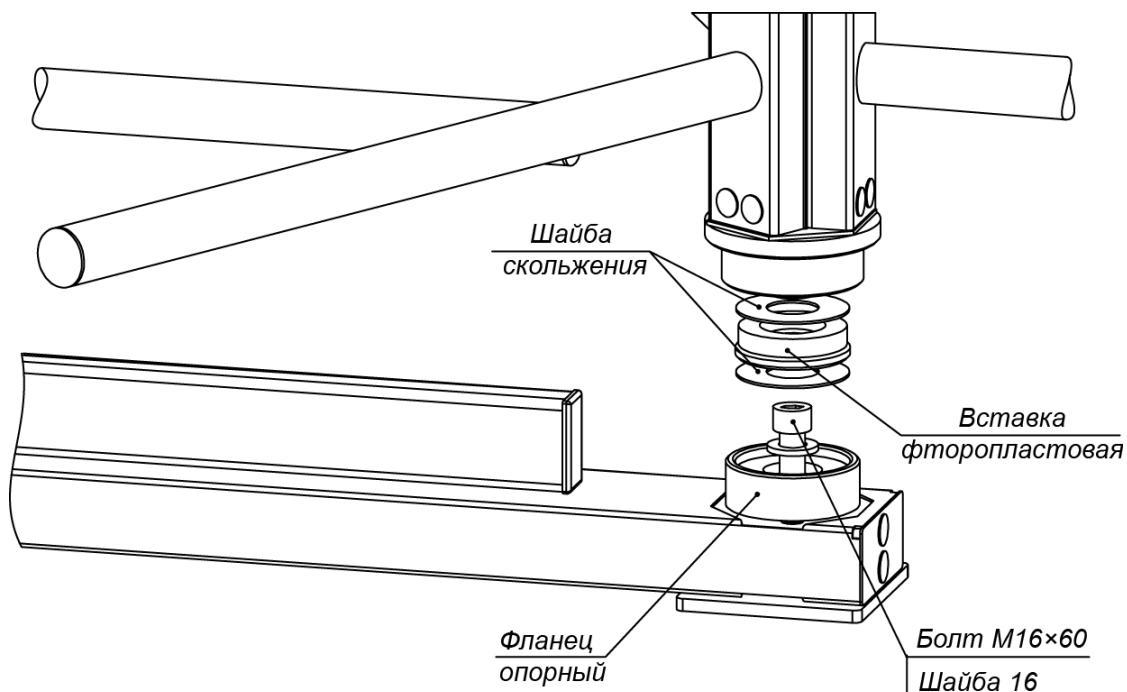
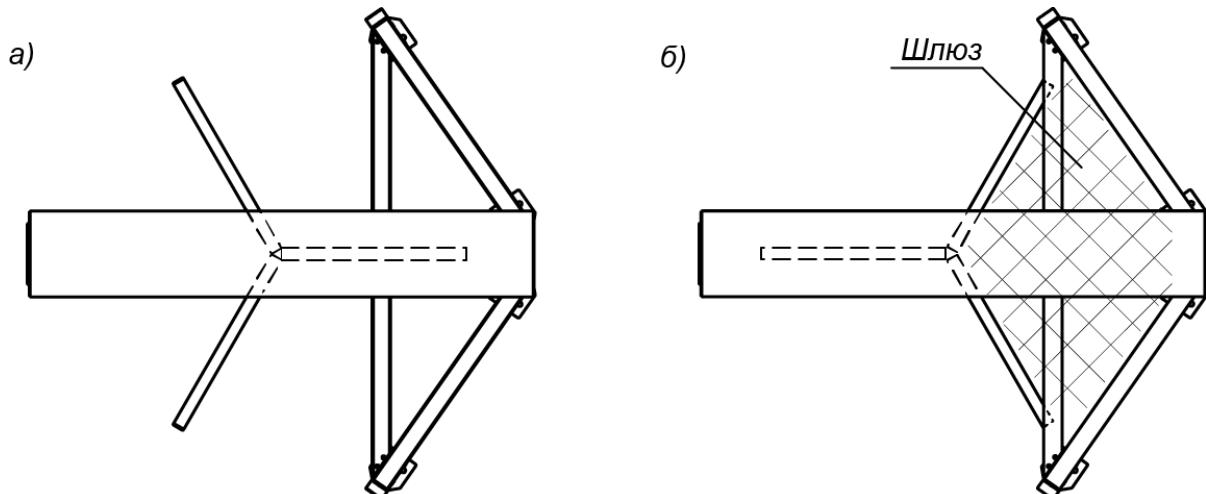

Рисунок 14. Нижний узел вращения ротора (3)
Рисунок 22. Исходное положение створок турникета (вид сверху):
- В место установки нижнего узла вращения ротора вставьте фланец опорный узла вращения (см. рис. 14). Закрепите его и стойку с преграждающими планками на установочной поверхности анкерным болтом M16×60.
14. Распакуйте секции ротора (1) (ящик №2).
15. Произведите монтаж ротора (1) (работайте вдвоем!):
- Соберите нижний узел вращения (3) ротора в стойке с препреждающими планками (5) (см. рис. 14). Две шайбы скольжения и находящаяся между ними фторопластовая вставка должны лежать в узле без перекосов, опираясь на всю опорную поверхность, симметрично относительно оси ротора (верхняя шайба скольжения приклеена к валу ротора). При этом гладкие поверхности шайб скольжения должны быть ориентированы на вставку. Допускается применение на поверхностях скольжения смазки типа ШРУС-4.
- Установите секцию ротора с элементами крепления в нижний узел вращения (3): заведите ее с небольшим наклоном цилиндрическим хвостовиком в узел вращения и затем переведите секцию в вертикальное положение.
- Сориентируйте секцию ротора турникета согласно выбранному режиму прохода через турникет (см. разд. 8.6, рис. 22) и с учетом совпадения граней верхнего вала ротора с гранями вала привода.
- **Стандартный** (см. рис. 22 а). В исходном состоянии зону прохода перекрывает одна створка. Стандартный режим прохода через турникет
- **Шлюзовой¹** (см. рис. 22 б). В исходном состоянии турникета зону прохода перекрывают две створки, образуя шлюз – часть зоны прохода через турникет, ограниченную секциями (б) формирователя прохода и двумя створками. Наличие шлюза дает возможность организации усиленного контроля доступа на объект. Шлюзовой режим прохода особенно эффективен для управления проходом людей на пропускных пунктах режимных предприятий, специальных учреждений и других объектов с особыми требованиями к контролю доступа.
3. Установите вал ротора в одно из исходных рабочих положений, соответствующее выбранному режиму прохода (рис. 22а и 22б).